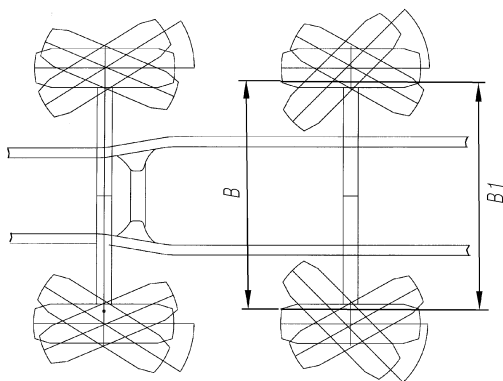

Рис. 46. Установка управляемых колес
- проверить и при необходимости, отрегулировать величину схождения управляемых колес первого и второго передних мостов, для чего замерить размер  $B$  (рис. 46) по бортам ободьев колес на уровне осей колес, отметить точки замеров и, не меняя положения рулевого колеса, переместить автомобиль вперед на такое расстояние, чтобы точки замеров оказались сзади, и замерить размер  $B_1$ . Размер  $B_1$  должен быть больше размера  $B$  на 1-3 мм. Величину схождения регулировать изменением длины тяг рулевых трапеций, предварительно ослабив стяжные болты наконечников. После регулировки болты затянуть. В случае, если наружные левые поверхности шин передних колес первого и второго мостов явно находятся не в одной плоскости в положении для прямолинейного движения, установить сначала колеса переднего первого моста в положение прямолинейного движения и отрегулировать схождение колес этого моста, затем выставить колеса переднего второго моста и отрегулировать схождение колес этого моста.